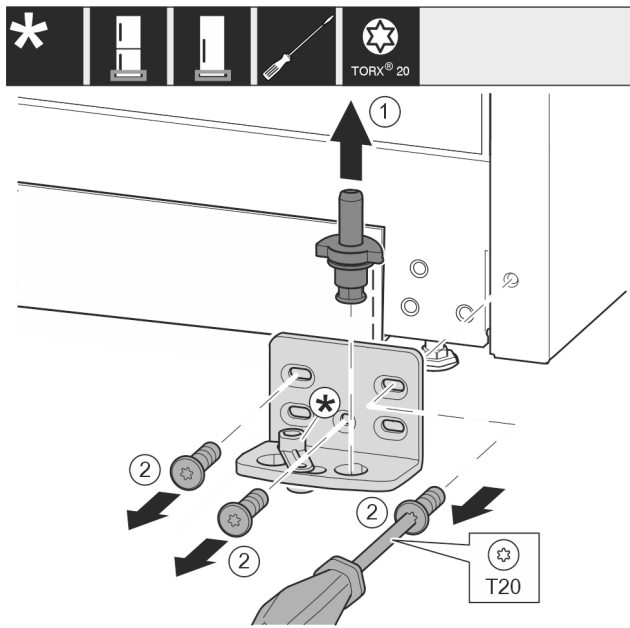

Fig. 11
- Húzza ki teljesen a csapszeget Fig. 11 (1) felfelé.
- Tekerje ki a csavarokat Fig. 11 (2) csavarhúzóval, és vegye le a csapágybakot.